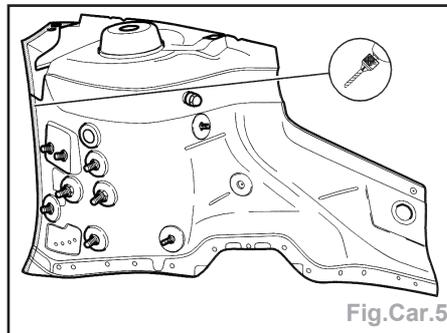

Fig.Car.5
- Percer des trous pour le soudage à bouchon sous gaz protecteur \varnothing 7 mm (Fig.Car.5).